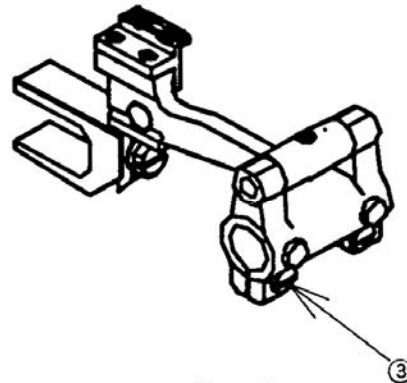

Рис. 5
<ol style="list-style-type: none"> 1. Установите шкалу стежка на «0» мм. 2. Поверните маховое колесо до достижения игловодителем своей наинизшей точки хода. 3. Ослабьте установочный винт в балансире продвижения как показано на Рис. 5. 4. Передвиньте рычаг продвижения таким образом, чтобы точка входа иглы ① совпадала с центром игольного отверстия в зубчатой рейке ②, и хорошо зажмите установочный винт. 	<ul style="list-style-type: none"> • Результатом может стать пропуск стежков либо обрыв нити. • Результатом могут стать ослабленные стежки. • Результатом может стать поломка иглы.